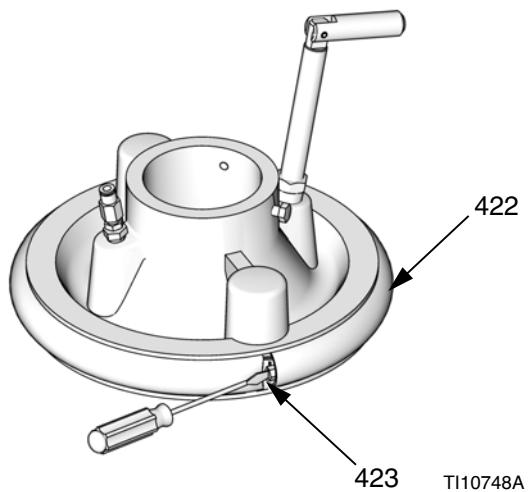

Рис. 15
- Для скребков 255659 см. только Рис. 15:
- Разделите соединение скребка (422) настолько, чтобы загнуть назад ремень, покрывающий крепление червячной передачи (423). Рис. 15 См. Рис. 15.
- Отвинтите червячную передачу (423) и удалите скребок (422).